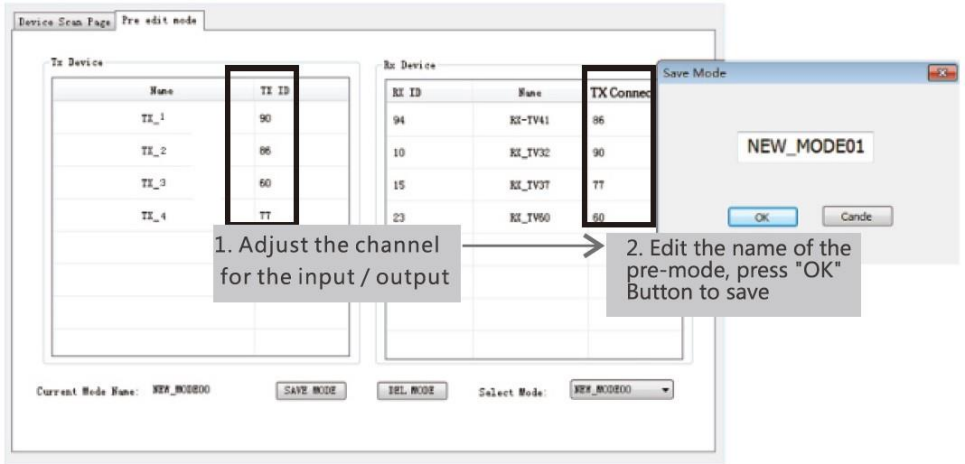

Figure 6
④ボタン"Update"をクリックし、新しいコンフィギュレーションを保存します。Figure6のような動作モード編集を行います。